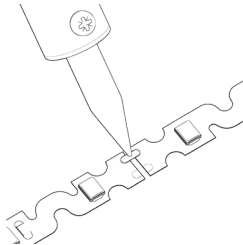

Рисунок 3.
- Если необходимо соединить два отрезка ленты, следует совместить их и припаять перемычками соответствующие контактные площадки (необходимо соблюдать полярность «+» и «-») (см. Рисунок 3). При этом запрещается перегреть саму ленту и светодиоды (пайка паяльником при температуре не более 260°C, время пайки не должно превышать 10 секунд).